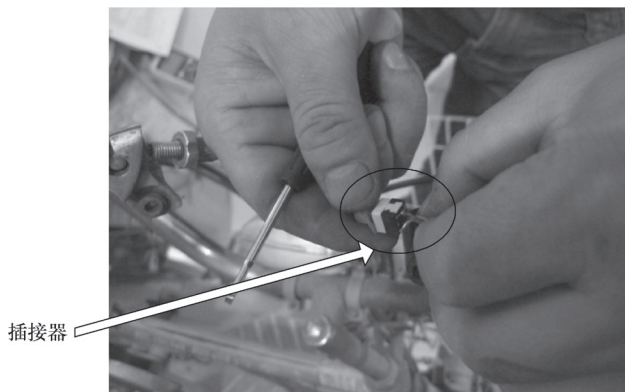

图8-40 调速转把插接器
7) 于是从调速转把插接器处（如图8-40所示）测量调速信号电压正常，表明调速转把与控制器间的调速信号线断路。